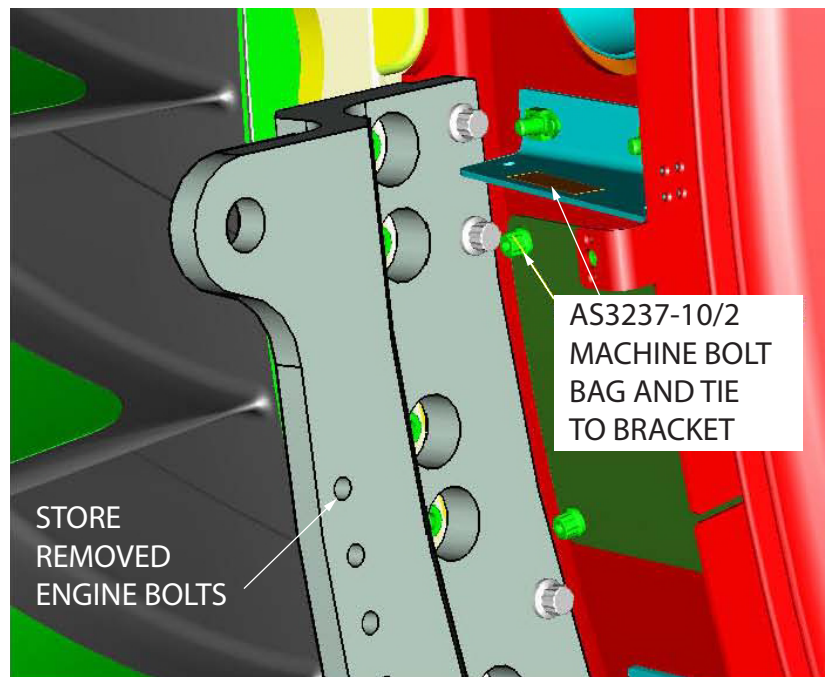

Abbildung 5.2.3-2
- 4) FWD RH und LH Engine Support Brackets mit den 15, zusammen mit den Brackets zur Verfügung gestellten Bolzen, am Triebwerk installieren. Die Bolzen mit einem Drehmoment von 20 ft-lb. Anziehen (Abbildung 5.2.3-3).